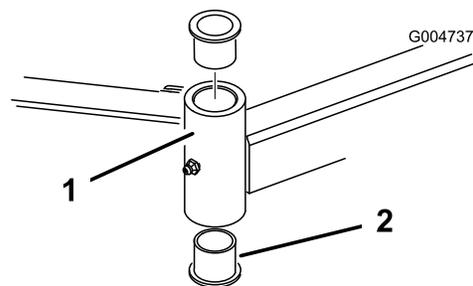

Figura 83
4. Inserite un punteruolo nella parte superiore o inferiore del tubo di fissaggio, e spingete la boccola fuori del tubo (Figura 83). Estraete dal tubo anche l'altra boccola. Pulite l'interno dei tubi di fissaggio.